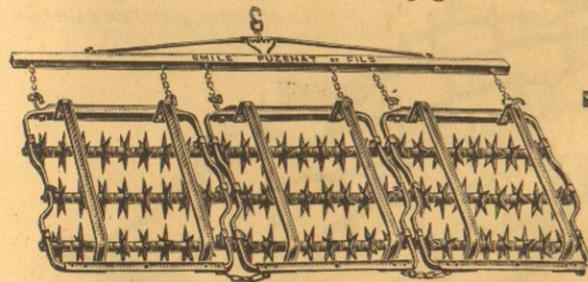
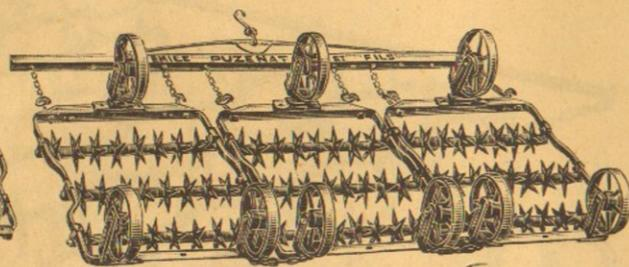
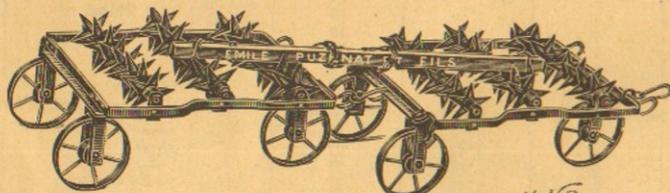

Figure 92
Figure 93
Figure 94
- 1° Deux traîneaux par compartiment (fig. 92) sur lesquels on traîne la herse après l'avoir retournée ;
- 2° Trois roues par compartiment (fig. 93). Pour opérer le transport sur roues, on renverse les compartiments et on les accroche en file comme indiqué par la fig. 94. — Ce dispositif, des plus commodes, évite toute possibilité d'accident ;
| | | | avec traîneaux fig. 92 | avec roues fig. 93 | sans traîneaux ni roues | avec traîneaux fig. 92 | avec roues fig. 93 | sans traîneaux ni roues |